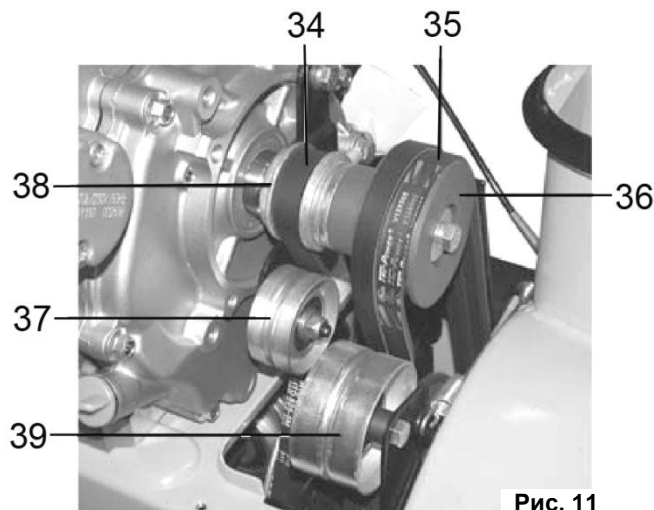

Рис. 11
- Ремни должны быть установлены без перекосов. Натяжение ремней (34; 35) происходит путем регулировки хода натяжных роликов (36; 37; 38; 39)(См. Рис.11).